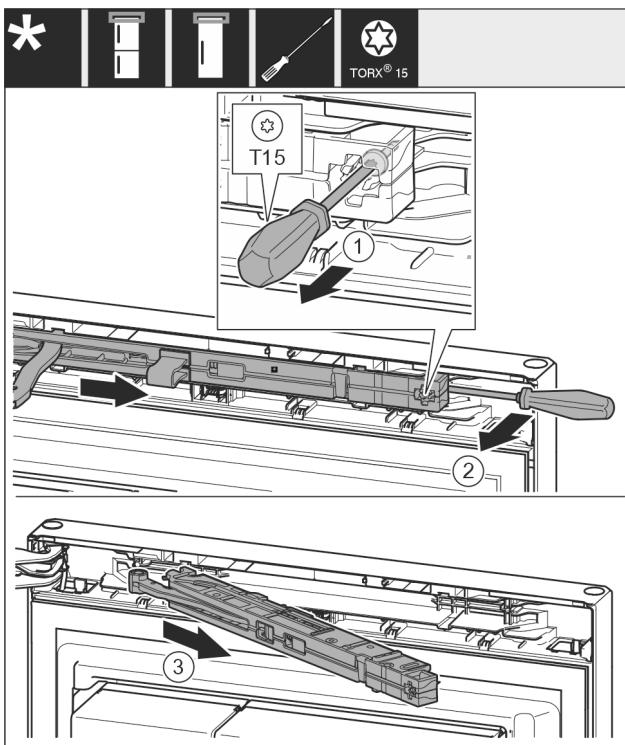

Fig. 8
- Odvijačem T15 otpustite vijak na jedinici prigušivača zatvaranja oko 14 mm. *Fig. 8 (1)*
- Umetnute odvijač na strani ručke iza jedinice prigušivača zatvaranja i okrenite jedinicu prema naprijed. *Fig. 8 (2)*
- Izvucite jedinicu prigušivača zatvaranja. *Fig. 8 (3)*